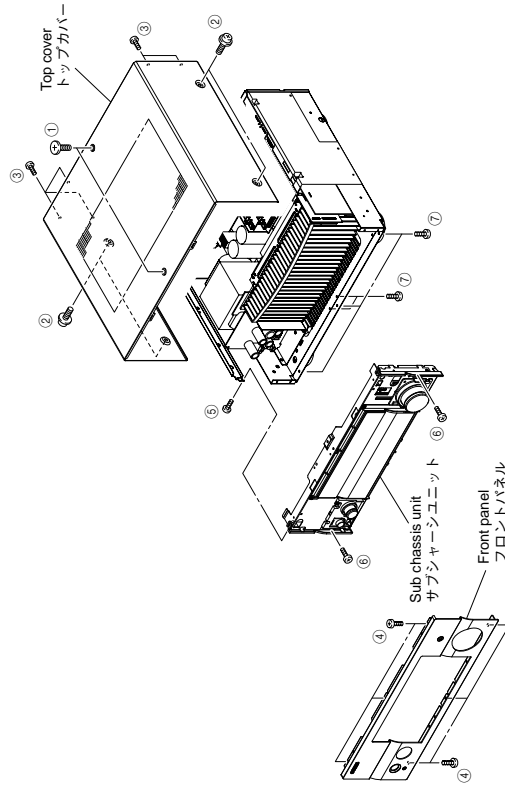

Fig. 1
- a. Remove 2 screws (①), 4 screws (②) and 5 screws (③). (Fig. 1)
- b. Slide the top cover rearward to remove it. (Fig. 1)
- a. ①のネジ2本、②のネジ4本、③のネジ5本を外します。(Fig. 1)
- b. トップカバーを後方へスライドさせ、取り外します。(Fig. 1)
Remove 6 screws (④) and then remove the front panel forward. (Fig. 1)
- a. ④のネジ6本を外し、フロントパネルを前方に外します。(Fig. 1)
- a. Remove screw (⑤), 2 screws (⑥) and 5 screws (⑦). (Fig. 1)
- c. Remove the sub chassis unit forward. (Fig. 1)
⑤のネジ1本、⑥のネジ2本、⑦のネジ5本を外します。(Fig. 1)
- c. サブシャシーユニットを前方に取り外します。(Fig. 1)